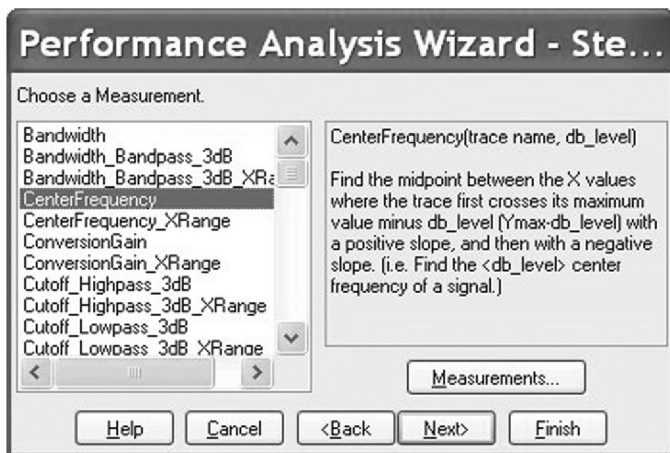

图 10.12 可用测量函数
1. 在 Probe 屏幕图形显示窗口中, 通过顶部工具栏选择 **Trace > Performance Analysis** 对电路进行性能分析。在 **Performance Analysis** 窗口底部点击 **Wizard** 向导, 然后在下一个窗口中点击 **Next** 下一步。将会看到如图 10.12 所示测量函数列表。